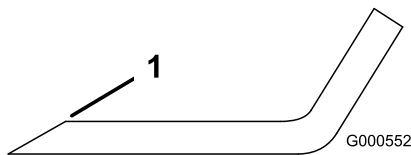

Figure 96
1. Au moyen d'une lime, aiguissez les tranchants à chaque bout de la lame (Figure 96).
Remarque: Si la lame est déséquilibrée, limez un peu l'extrémité de l'ailette seulement (Figure 96).